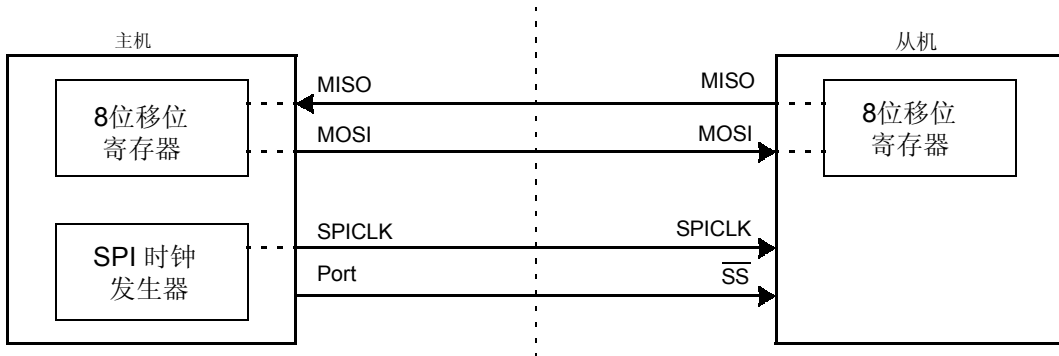

图7 SPI单主机单从机配置
- 89LPC913 不含从机选择管脚  $\overline{SS}$ 。SPI 接口设置成主模式，运用一个 I/O 口来实现  $\overline{SS}$  的功能。典型连接如图 7~8 所示。